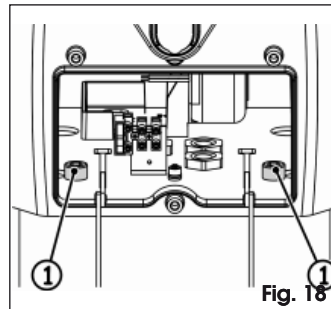

Fig. 18
6. Open opnieuw de centrale ruimte en draai de andere twee schroeven vast, Fig. 18 ref. ①.